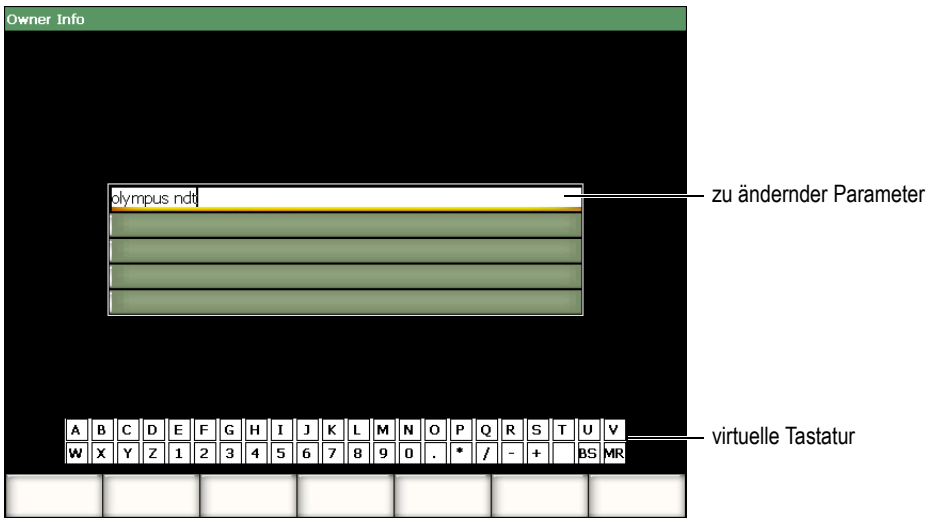

Abbildung 3-23 Die Einrichtungsseite Nutzerinfo mit virtueller Tastatur
1. Eine Einrichtungsseite mit Parameterwerten aus Buchstaben und Ziffern öffnen, zum Beispiel mit 3/5 > **Geraete-Setup** > **Owner Info** die Seite **Nutzerinfo**, wie in Abbildung 3-23 auf Seite 86 eingeblendet.